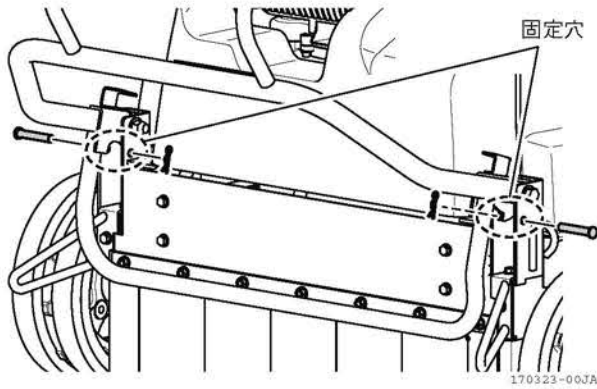

図 4-20 ボンネットオープン時後方
3. 外した平頭ピンを固定穴に差し、Rピンで止めます。(図 4-20)